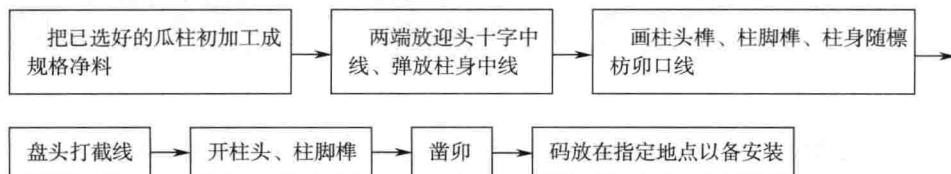

图 1-12 瓜柱工艺流程
(1) 工艺流程，如图 1-12 所示。
(2) 首先在已经刨好的瓜柱方料两端画上迎头十字中线，每一端的两条十字中线要垂直平分。两端对应的中线要互相平行。把迎头十字中线弹在柱子长身上，按柱方的 $1/10$ 在柱身上弹出四角滚楞线。